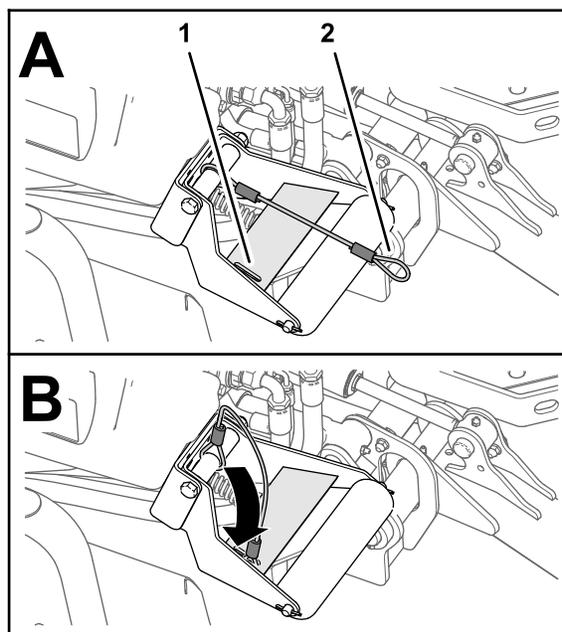

図 66
4. カッティングユニットを降ろした状態で、ランヤードの輪を、ローラサポートの補強プレートのスロットに差し込む 図 66。